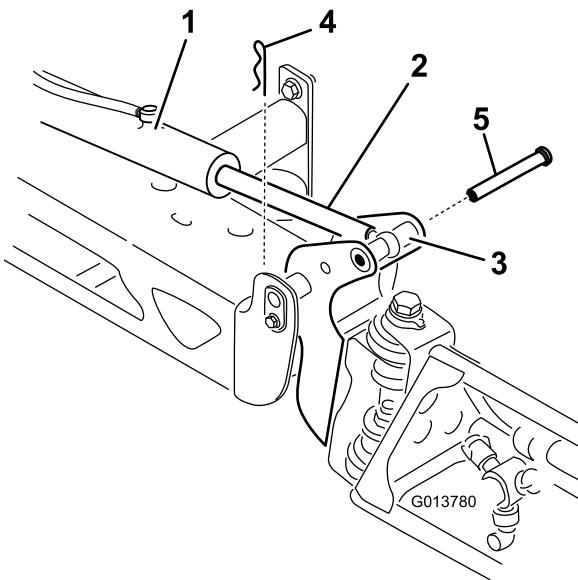

Figura 109
3. Eleve rampa e retire o pino (Figura 109) e lentamente baixe a rampa para o solo.
2. Retire o contrapino do pino de articulação (Figura 109).
9. Enquanto segura na rampa, insira o pino através tanto da articulação da rampa como da barra do acionador (Figura 109).